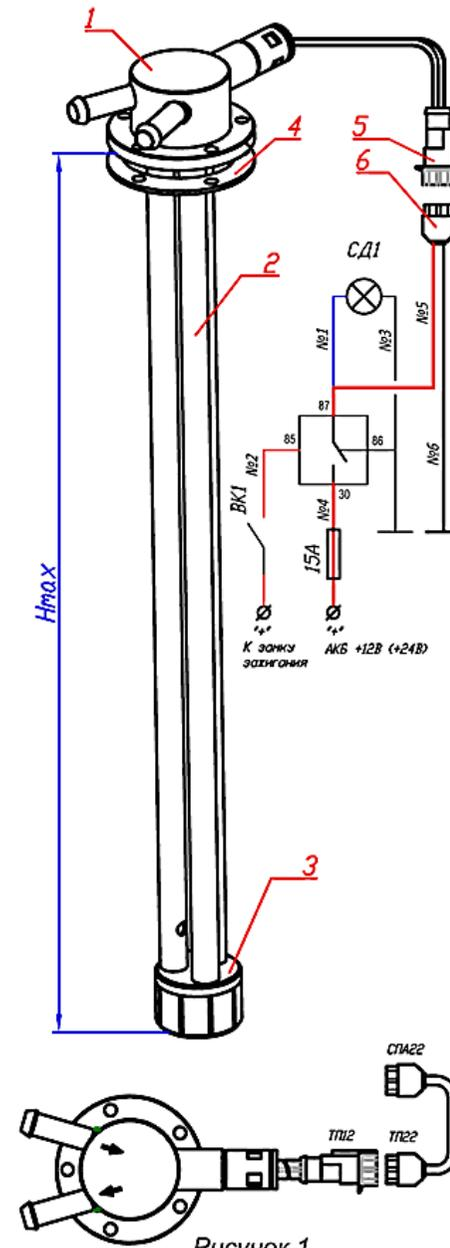

Рисунок 1
5.4 Топливозаборник подогреваемый серии НОМАКОН™ ТП-103 включает (см. рисунок 1): цилиндрический корпус 1 с присоединительным фланцем, штуцерами входа (возврата) топлива и выхода (забора) топлива, а также штуцером ввода электрического кабеля, погружаемую часть 2 в виде трубок возврата топлива, забора топлива и трубки защиты электрического кабеля, нижний электрический подогреватель 3 с щелевым фильтром. При монтаже ТП между фланцем и опорной поверхностью топливного бака устанавливается прокладка 4 из комплекта поставки.